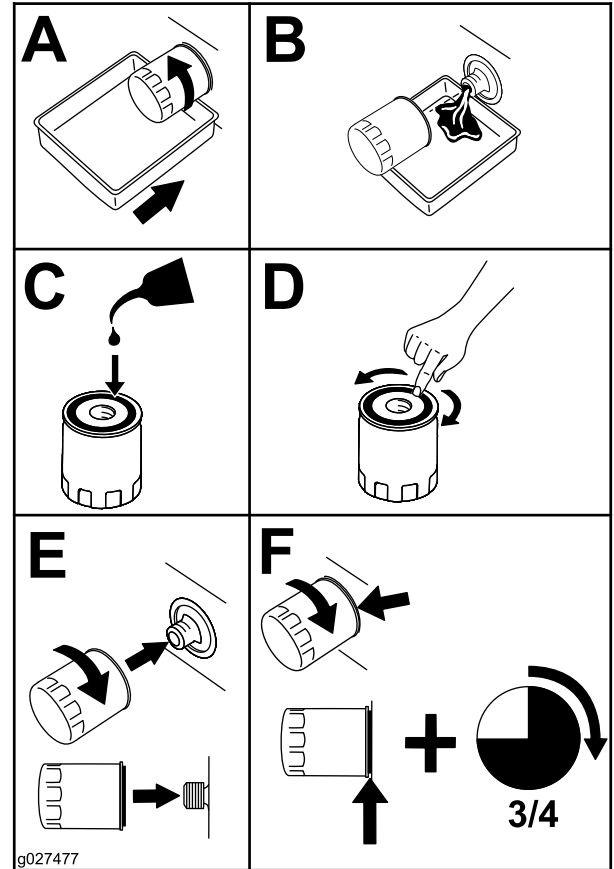

Figura 50
5. Substitua o filtro do óleo do motor (Figura 50).